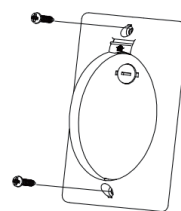

Fig. 26
**Étape 1.** Sélectionnez un emplacement pour installer le support de votre télécommande, installez le support comme indiqué. (Fig. 26)